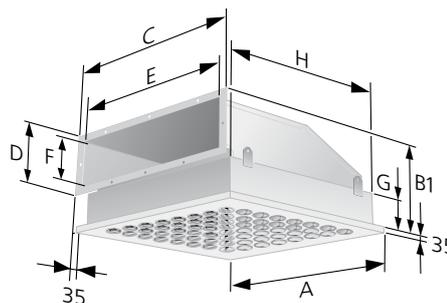

Abbildung 5. CDH/CLH rechteckiger Anschluss.
- Rechteckige Kanalanschlüsse sind mit Flansch ausgeführt. Siehe Abb. 5.